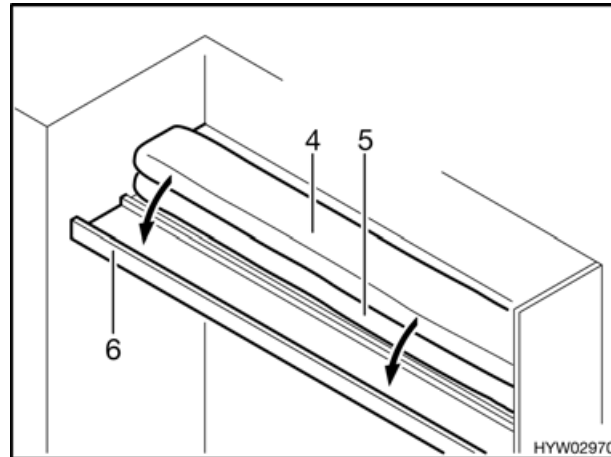

Bild 38 Wäh­rend des Umbaus
- Das obere Polster (Bild 38,4) zwischen das untere Polster (Bild 38,5) und die Frontblende (Bild 38,6) legen.